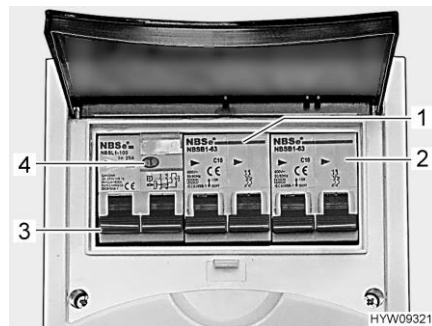

Bild 114 Ledningsskyddsbrytare och FI-brytare (230 V-säkringslåda)
En jordfelsbrytare (FI-brytare) (Bild 114,3) i säkringslådan skyddar hela fordonet mot läckström (0,03 A).
Den efterkopplade ledningsskyddsbrytaren (10 A) (Bild 114,1) skyddar 230 V-uttagen, el-blocket, den extra laddaren och kylskåpet.
På fordon med extrautrustning t. ex. takklimatanläggning skyddas apparaten av en extra ledningsskyddsbrytare (16 A) (Bild 114,2).
- När fordonet är anslutet till 230 V-försörjningen: Tryck på kontrollknappen (Bild 114,4). Jordfelsbrytaren (FI) måste lösa ut.